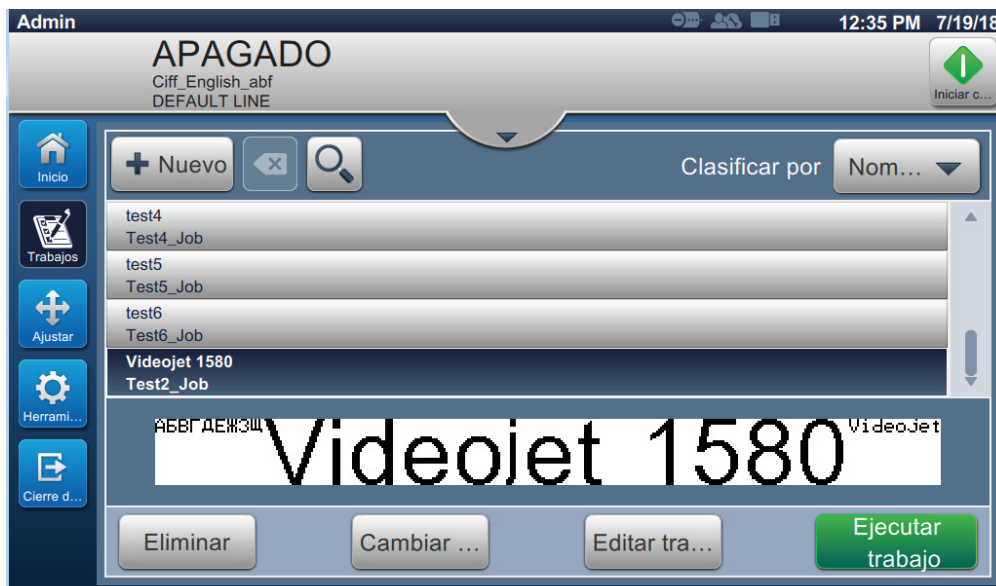

Figura 4-3. Selección de trabajos
4. El usuario inicia sesión en el nivel de acceso de usuario y este puede verse en en la parte superior de la pantalla (consulte la Figura 4-3).
2. Seleccione el trabajo deseado de la lista y pulse el botón  mostrado en la Figura 4-3. Aparecerá la vista previa del trabajo.